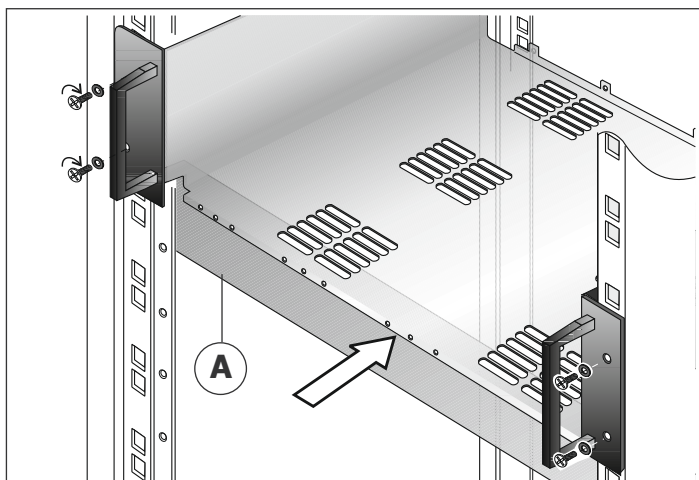

Fig. 3.2.1
- il cestello di supporto degli amplificatori (vedi fig. 3.2.1) deve sempre essere montato sulle apposite staffe di sostegno (particolare [A]) fornite in dotazione.